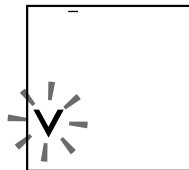

Fig.8
1. Apăsați butonul START/STOP. Pe ecran va pulsa pictograma scurgerii aerului «V» și dispozitivul va expulza aerul din manșon (rys. 8).